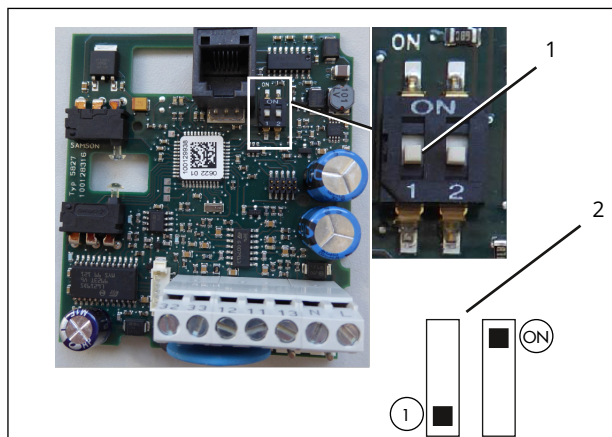
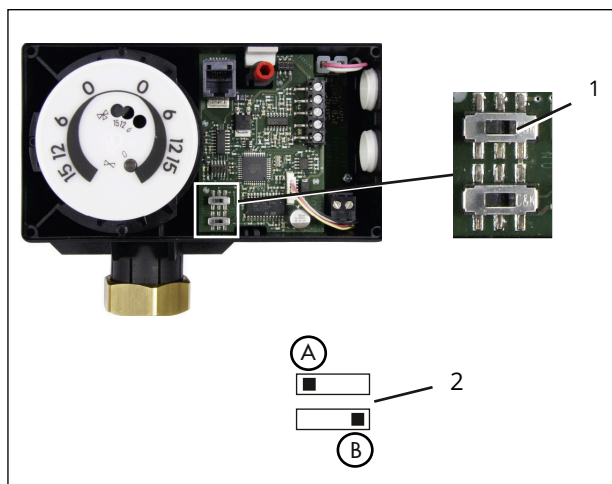

Fig. 21 : Sélecteur de fonctions sur l'exécution 24 V
Fig. 22 : Sélecteur de fonctions sur l'exécution 85 à 264 V
3. Pousser brièvement le sélecteur de fonctions dans une position différente de celle réglée, puis le replacer dans la position initiale (voir Fig. 21 et Fig. 22).
La LED rouge indique que l'initialisation est en cours (voir Fig. 21).